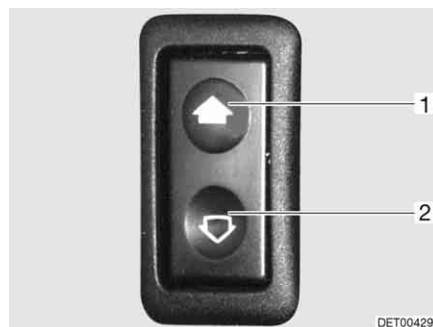

Fig. 28 Interrupteur pour lève-vitres électriques
- Ouvrir :* ■ Appuyer sur la partie inférieure du commutateur (Fig. 28,2).
- Fermer :* ■ Appuyer sur la partie supérieure du commutateur (Fig. 28,1).